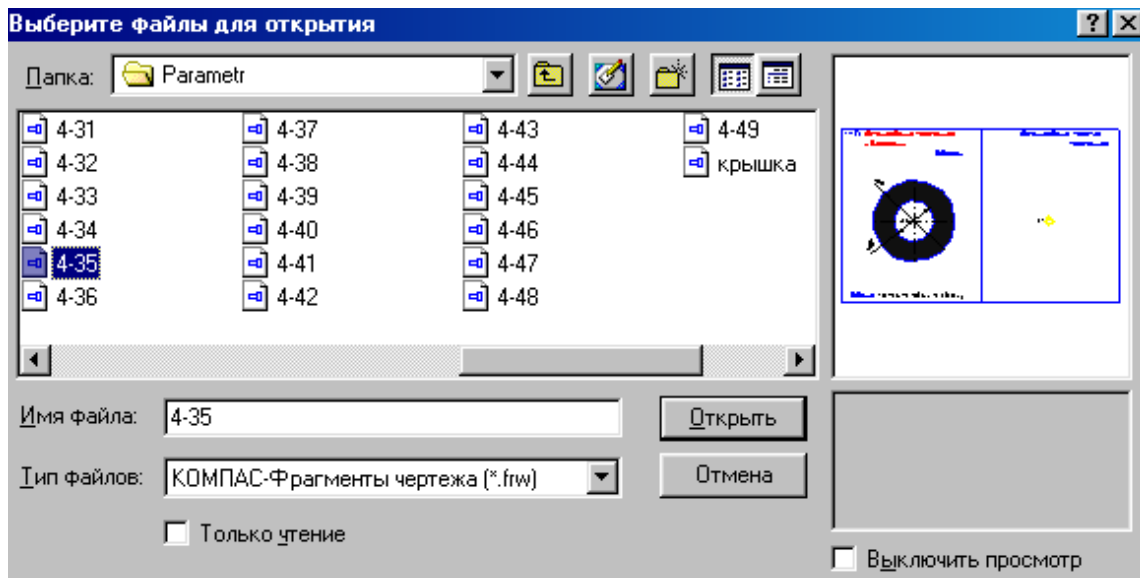

Рисунок 4.11 – Вставлення фрагмента
8. Виконаєте команду **Редактор - Вставить фрагмент..** У списку файлів папки *Parametr* знайдіть фрагмент з ім'ям **Кільце** і відкрийте його (рис. 4.11).